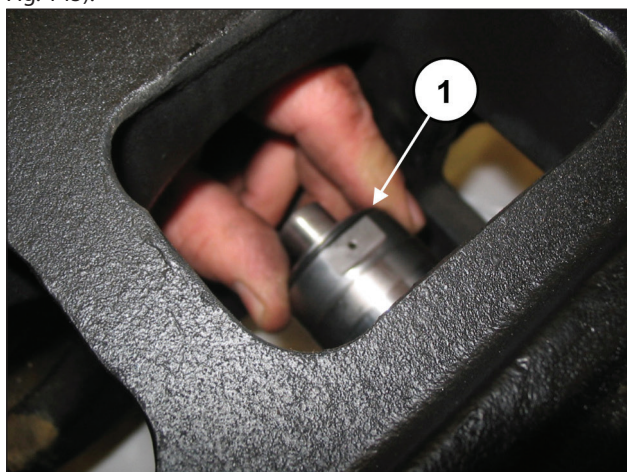
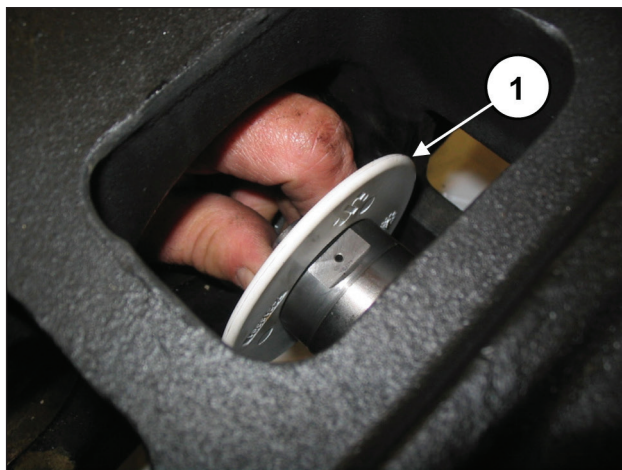

Fig. 144
Fig. 145
Calibre os parafusos com chave dinamométrica, conforme indicado no capítulo 3. Posicione a proteção contra respingos composta pelo O-ring no compartimento na guia do pistão (pos. ①, Fig. 144 e Fig. 145).